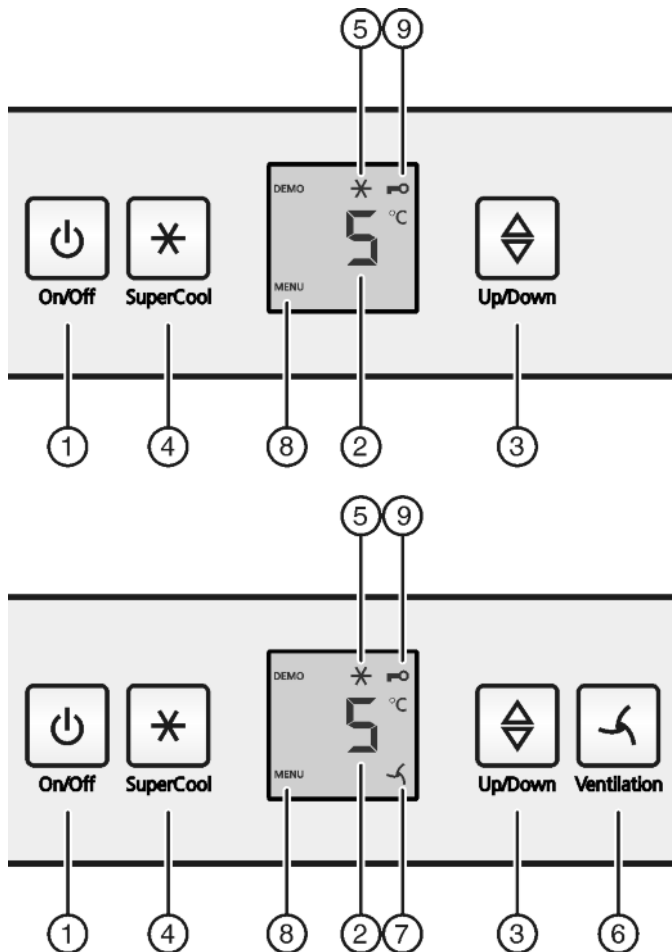

Fig. 2
- ▶ Нажать кнопку On/Off Fig. 2 (1).
- ▶ Нажмите кнопку «SuperCool» Fig. 2 (4) и удерживайте ее прим. 5 секунд.
- ▷ На индикаторе будет отображаться символ «Меню» Fig. 2 (8).
- ▶ Для подтверждения нажать и отпустить кнопку «SuperCool» Fig. 2 (4).
- ▷ На индикаторе горит символ «Защита от детей» Fig. 2 (9).
- ▶ Нажать и отпустить кнопку «On/Off» Fig. 2 (1).
- ▶ Активация модуля регулировки температуры: нажмите кнопку настройки Fig. 2 (3).
- ▶ Температуру меняйте ступенями по 1 °C: нажимайте кнопку настройки Fig. 2 (3) до тех пор, пока на индикаторе температуры не будет высвечена требуемая температура.
- ▶ Коротко нажмите кнопку SuperCool Fig. 2 (4).
- ▷ На индикации горит символ SuperCool Fig. 2 (5).
- ▷ Символ SuperCool Fig. 2 (5) на индикации гаснет.
- ▶ Коротко нажмите кнопку "Вентиляция" Fig. 2 (6).
- ▷ Символ Вентиляция Fig. 2 (7) горит.
- ▷ Символ Вентиляция Fig. 2 (7) не горит.